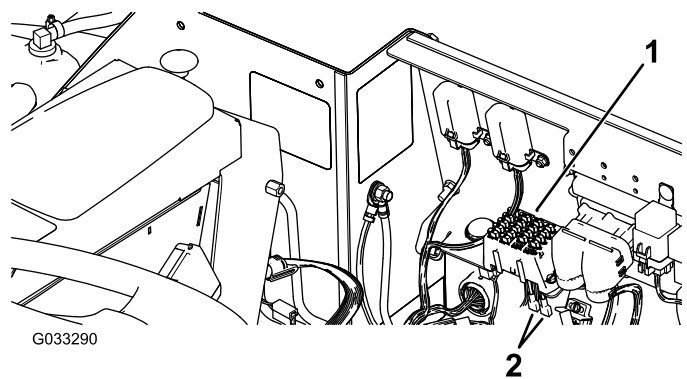
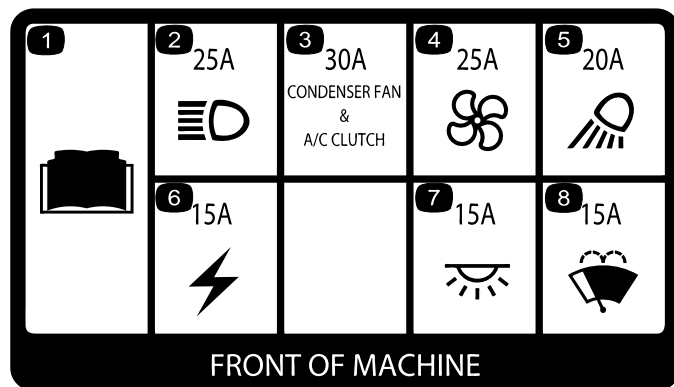
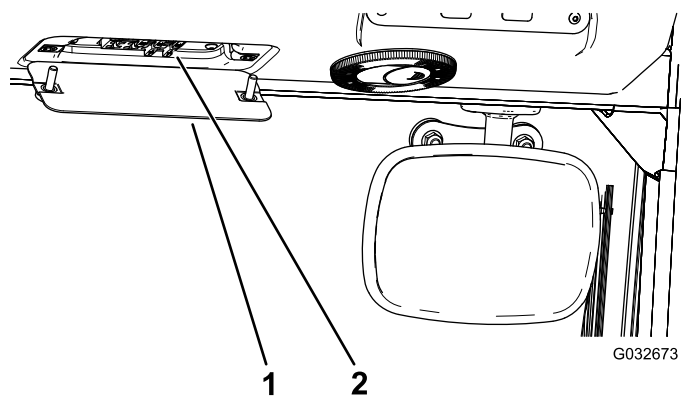

Figure 94
Figure 95
Figure 96
**Important:** Lors de l'installation d'un accessoire auxiliaire sur la machine, les seules sources d'alimentation électrique agréées sont le porte-fusibles du groupe de déplacement (Figure 94) ou de la cabine (Figure 96). Un maximum de 10 A est disponible à chacun de ces emplacements. Pour tout renseignement complémentaire, adressez-vous au concessionnaire Toro le plus proche.
Les fusibles de la cabine (Figure 95) sont situés dans le porte-fusibles sur la garniture de pavillon (Figure 96).